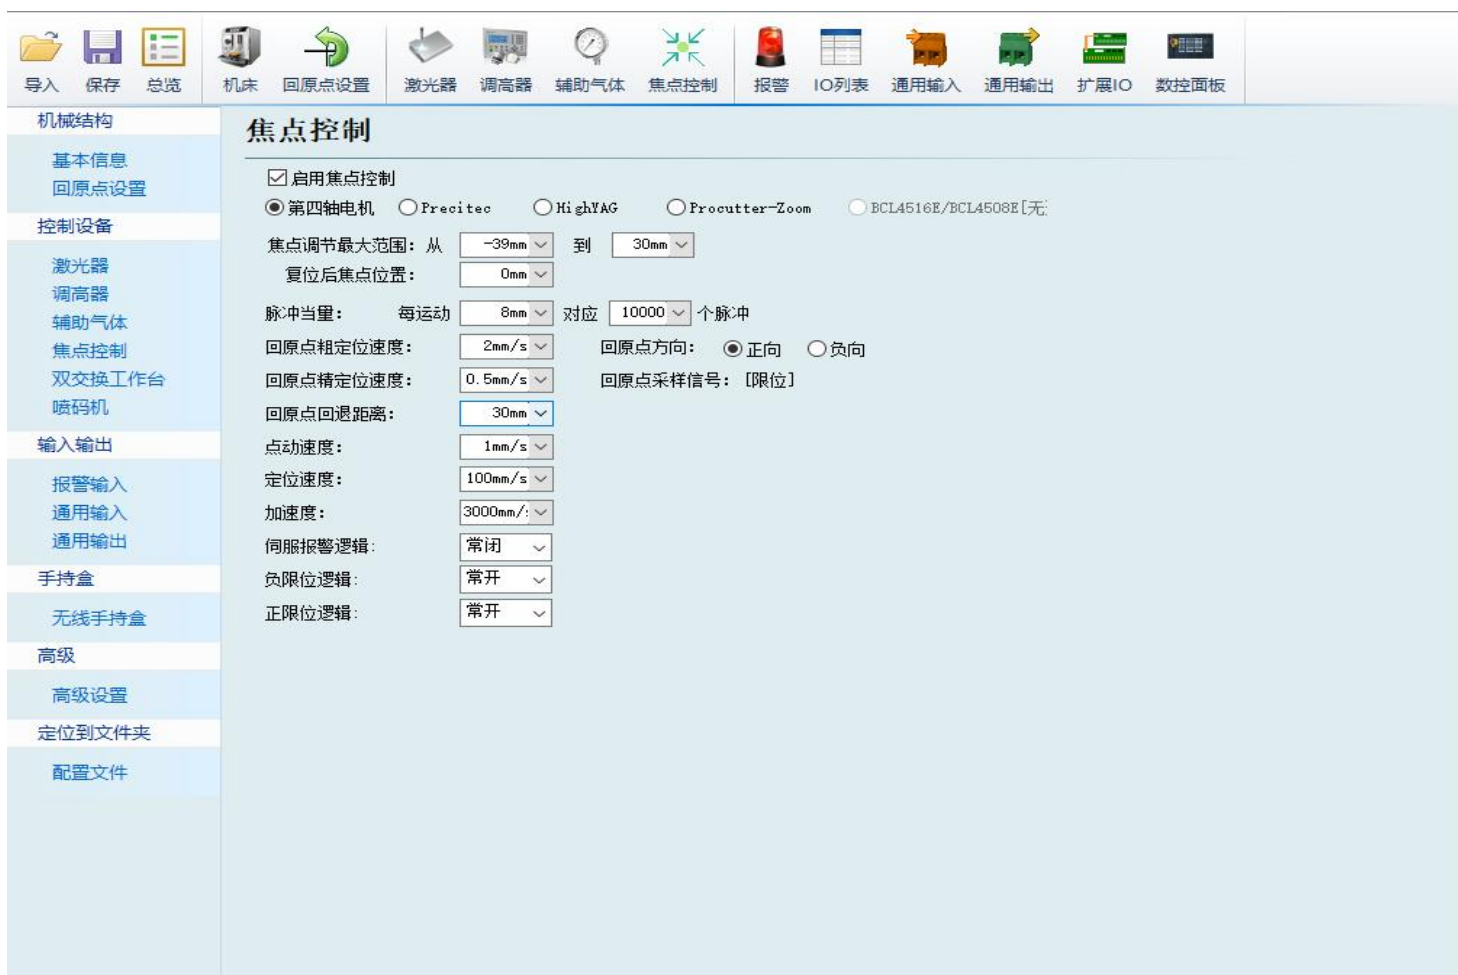

图2.1
- ① 打开软件配置平台，设置焦点回退距离30mm（可根据实际情况微调），使准直焦点在零刻度位置（以柏楚为例）如图2.1所示。